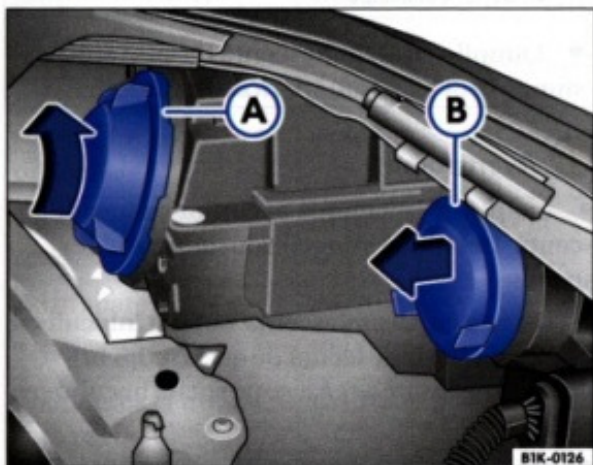

Fig. 33 Capacul A al luminii de întâlnire, capacul B al luminii de drum și de staționare
- Trageți capacul ⇒ fig. 33 (B) în sensul săgeții, în spate.
- Apăsați capacul ⇒ fig. 33 (B) pe far. ◀